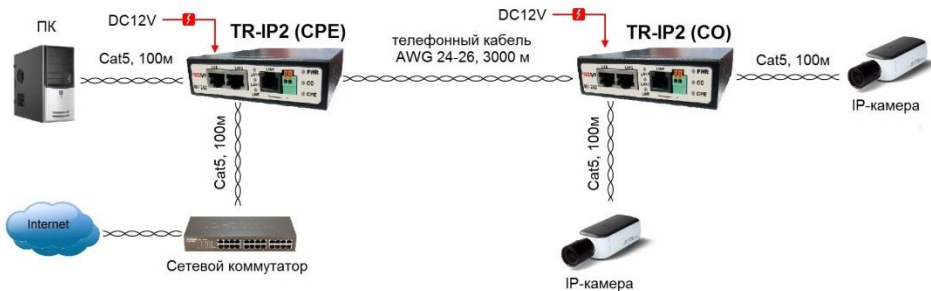

Рис. 7 Схема подключения TR-IP2 (CO) и TR-IP2 (CPE) для организации IP-видеонаблюдения.
Рис. 7а Схема подключения TR-IP2PoE (CO) и TR-IP2 (CPE) для организации IP-видеонаблюдения с передачей питания на сетевые устройства.
Рис. 7б Схема подключения TR-IP2PoE (CO) и TR-IP2 (CPE) для организации IP-видеонаблюдения с параллельным подключением телефонного аппарата